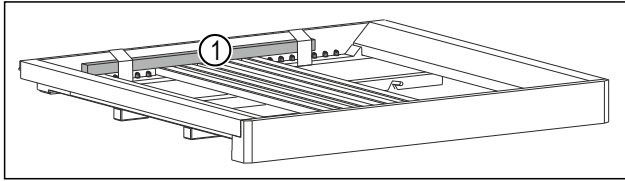

Fig. 49 *
- Retirer la tige en bois Fig. 49 (1)*.